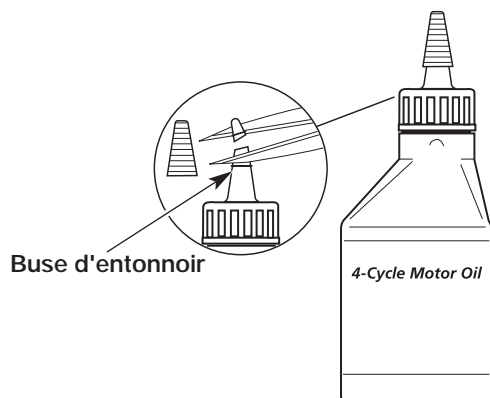

Fig. 16
Votre appareil est livré avec une bouteille d'huile SAE 30 SF, SG, SH de 100 ml (3,4 oz) (Fig. 16).
1. Dévisser le bouchon de la bouteille d'huile et retirez le papier couvrant l'ouverture. Remplacez le bouchon. Coupez la pointe de la buse de l'entonnoir (Fig. 16).